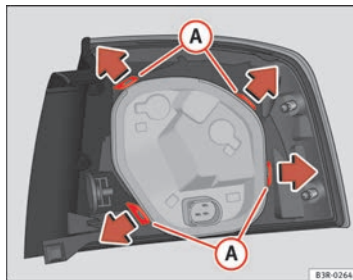

Fig. 227 Linguette di fissaggio nella parte posteriore della unità luci posteriore
- Sganciare le linguette di fissaggio (A) ⇒ fig. 227.
- Sollevare il supporto lampade in direzione della freccia (B).